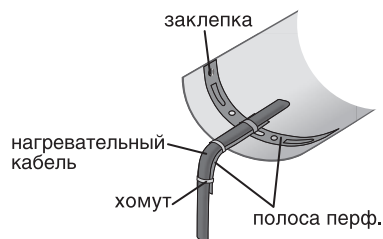

Рисунок 5.
- При опуске нагревательной секции использовать полосу перфорированную, согнутую по радиусу и закрепленную в «замок» с полосой в лотке. Секцию к полосе крепить при помощи изоляты или пластиковых хомутов (Рис. 5)